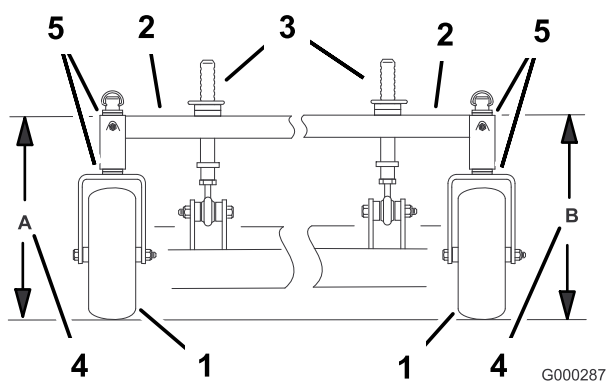

Figure 63
- Mesurez la hauteur du bâti porteur au point **A** (Figure 63).
- Mesurez la hauteur du bâti porteur au point **B** (Figure 63).